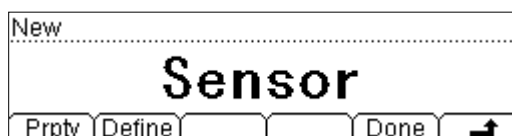

Figura 3-13 Nuevo interfaz
- (3) Pulse **Open** para comenzar con el test P/F. como se ve en la Figura 3-13, el resultado del test "PASS" ya que los límites están entre 0V y 1V.